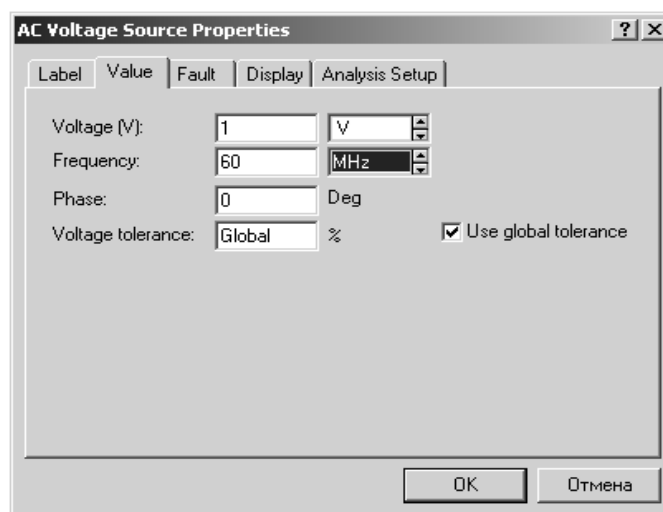

Рис.34. Параметри джерела змінної напруги
2.1.4. Встановіть параметри джерела змінної напруги V1, як показано на *рис. 34*.